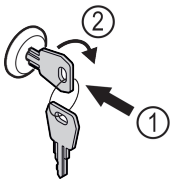

Fig. 176
- ▶ Įspauskite raktą Fig. 176 (1).
- ▶ Pasukite raktą 90° pagal laikrodžio rodyklę Fig. 176 (2).